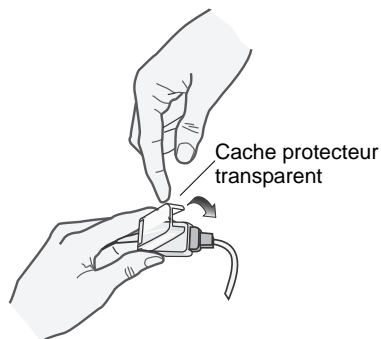

Figure 6
- Abaissez le cache protecteur en plastique transparent sur la connexion pour la sécuriser (voir Figure 6).
7. Abaissez le cache protecteur en plastique transparent sur la connexion pour la sécuriser (voir Figure 6).